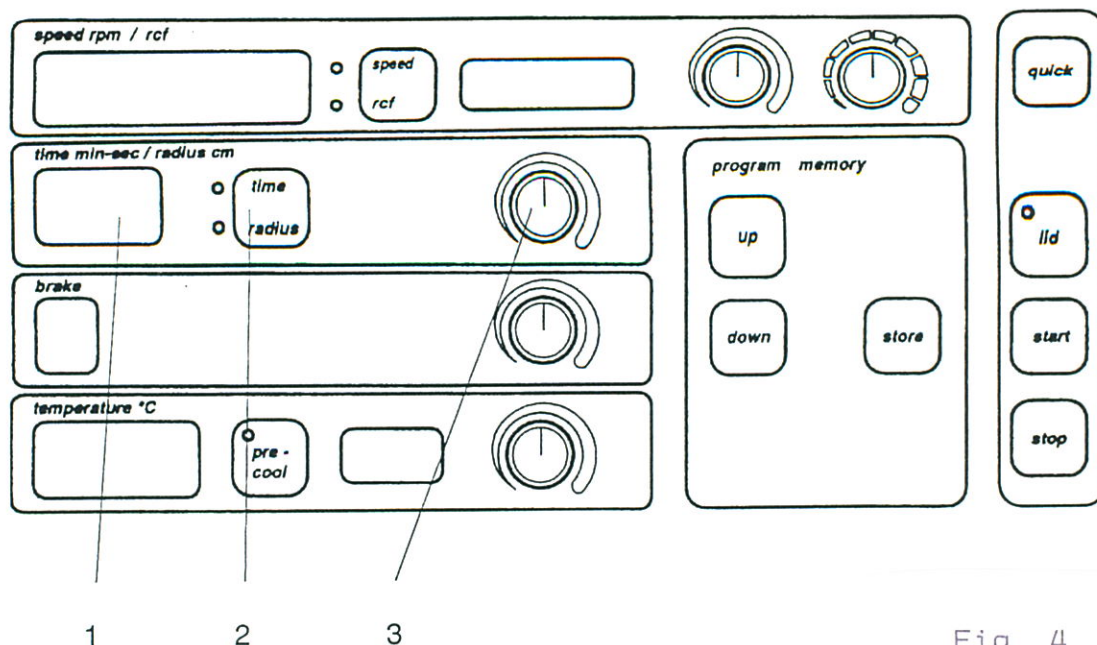

Fig. 4
4.5 Indstilling af tid. (FIG. 4).
Hold knappen (2) inde og indstil den valgte radiuskorrektion med knappen (3). Værdien aflæses i displayet (1). Knappen (2) slippes, og den indstillede tid fremkommer igen i displayet (1). Radiuskorrektionen kan aflæses til hver en tid ved tryk på knappen (2). (Se fig. 4).